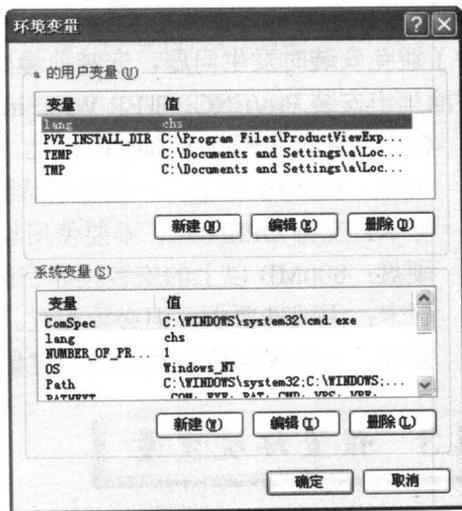

图 1-6 添加新环境变量后的“环境变量”对话框
(4) 单击“确定”按钮，添加新环境变量，此时的“环境变量”对话框如图 1-6 所示。